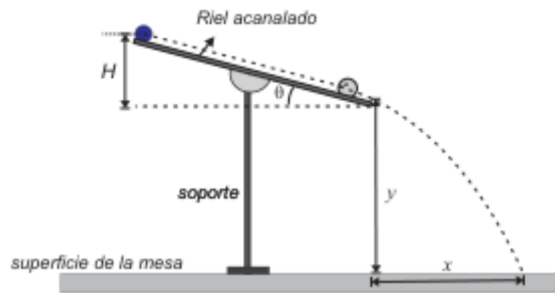

Figura 1: Vista frontal de la esfera en contacto con el riel acanalado.
- Incline el riel a un ángulo fijo θ . Ver figura 1